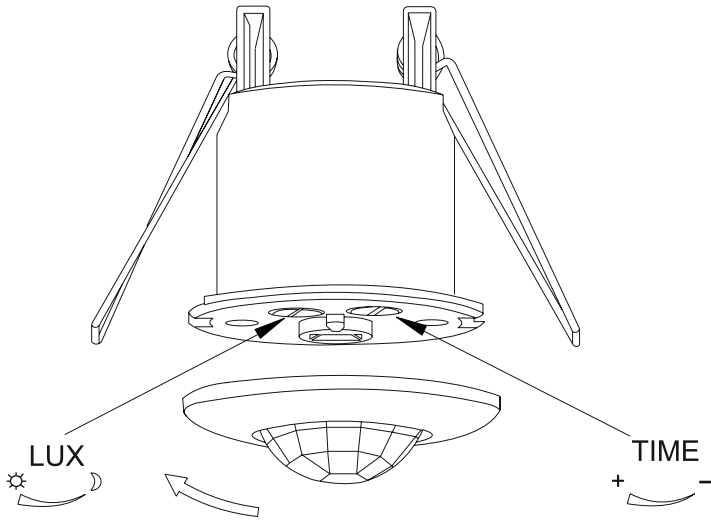

Рисунок 17 - Датчик руху ДР 17В, ДР 14А
- повернути проти годинникової стрілки кришку із лінзою датчика. Зняти кришку (рисунок 17)